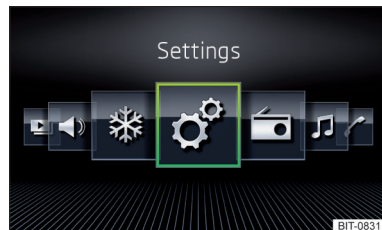

Fig. 184
- Seleccionar la opción **Visualiz. reticular** » fig. 183 o **Visualiz. horizontal** » fig. 184.